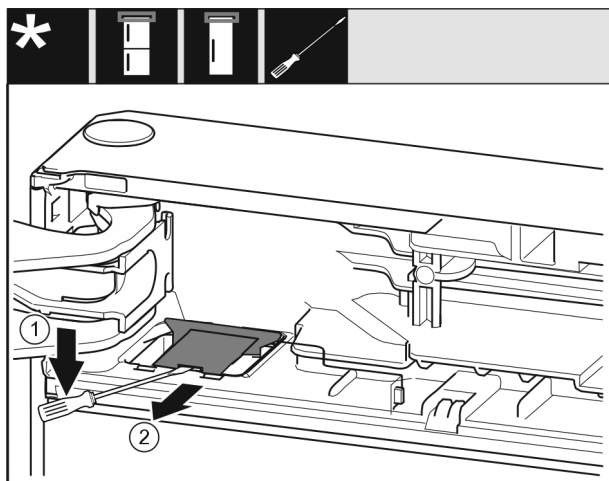

Fig. 10
- Plochým skrutkovačom odistite kryt a zdvihnite ho. Fig. 10 (1)
- Vyberte kryt. Fig. 10 (2)